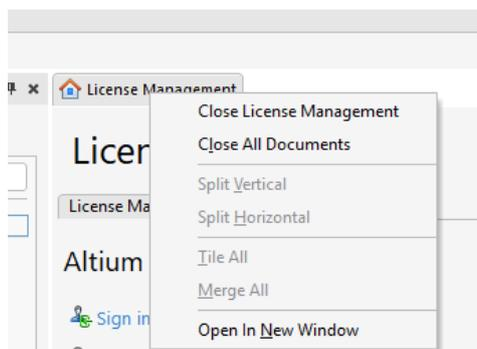

Рис. 5. Контекстное меню вкладок
В рабочей области сейчас открыт один документ – License Management. Здесь можно посмотреть информацию о состоянии лицензий, аккаунте пользователя, а также информацию о расширениях и обновлениях компонентов. Чтобы закрыть данный документ, нажмите правой кнопкой мышки на вкладку и выберите Close License Management (рисунок 5).
- в отдельном окне (рисунок 5. Панель Storage Manager). Не отнимает рабочую зону, всегда видна поверх открытых документов.